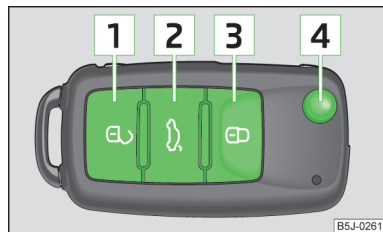

Fig. 34
- Premere il tasto **1** » fig. 34.
- Premere il tasto **3** » fig. 34.
- Premere il tasto **3** » fig. 34 due volte nell'arco di 2 secondi. Altre informazioni » pagina 51.
- Premere il tasto **2** » fig. 34. Altre informazioni » pagina 56.
- Premere il tasto **4** » fig. 34.
- Premere il tasto **4** » fig. 34 e fare rientrare il congegno della chiave.
Lo sbloccaggio del veicolo è segnalato dal doppio lampeggio degli indicatori di direzione. Se nei 30 secondi successivi allo sbloccaggio del veicolo con il tasto **1** » fig. 34 non si apre alcuna porta né il portellone bagagliaio, il veicolo si blocca di nuovo automaticamente e si riattiva la chiusura Safe o l'impianto antifurto. Questa funzione impedisce lo sbloccaggio involontario del veicolo.